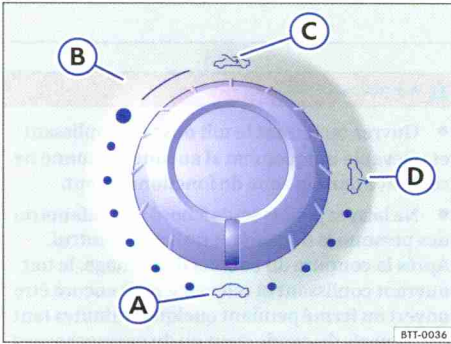

Fig. 30 Dans le ciel de pavillon : commande rotative du toit ouvrant coulissant et relevable.
- Appuyez sur la commande rotative en position ⇒ page 64, fig. 30  vers l'avant jusqu'à ce que le